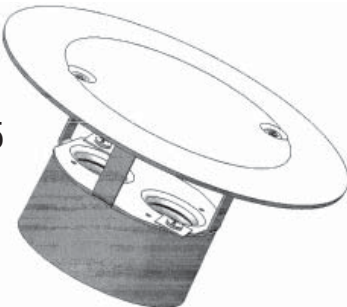

Fig. 5
3. Monter l'obturateur (figure 5). Enduire les têtes de vis et le pourtour du couvercle d'un composé permettant d'assurer l'étanchéité à l'eau.